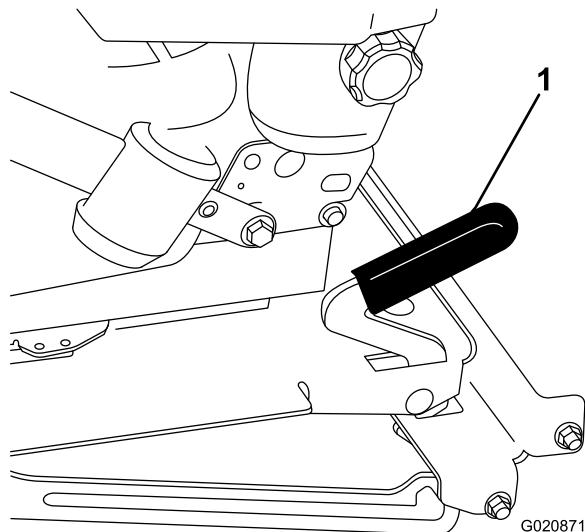

Figura 33
2. Empurre a alavanca do banco para a frente e eleve-o para desengatar o banco (Figura 33).